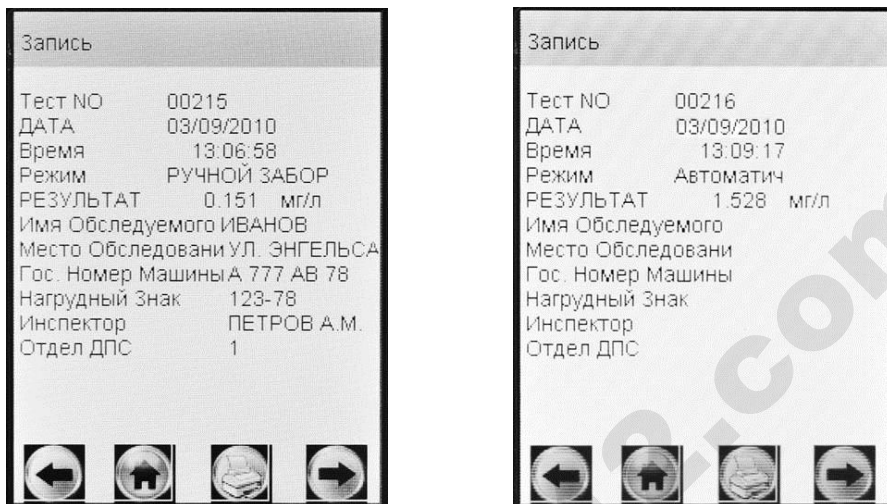

Рисунок 25 – Просмотр памяти
На сенсорном экране появится окно «Запись» с протоколом последнего измерения (рисунок 25).
2.12.2 Если измерения производились в режиме измерения с вводом данных, результаты измерения хранятся в памяти совместно с автоматически сохраняемыми данными (дата, время и т.д.) и с данными, введенными в предназначенные для заполнения поля (рисунок 25, слева).
2.12.3 Если измерения производились в режиме измерения без ввода данных, в памяти хранятся только результаты измерения совместно с автоматически сохраняемыми данными (рисунок 25, справа).
– находясь в окне «Запись» (рисунок 25), нажмите на кнопочной клавиатуре анализатора клавишу ; на экране появится окно перехода к требуемому протоколу (рисунок 26);